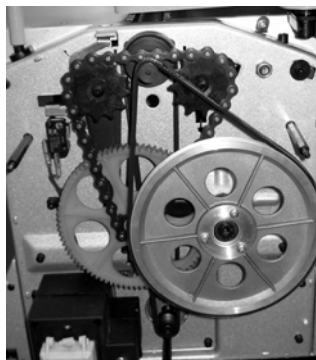

Рис. 14
### 14. ТЕХНИЧЕСКОЕ ОБСЛУЖИВАНИЕ (РИС. 14, 15)
14.4. Заменяйте угольные щетки, когда они изношены до 4,8 мм их длины, Рис.14. Щетки необходимо менять парами. Для безопасной и надежной работы машины помните, что ремонт, обслуживание и регулировка машины должны проводиться в сервисных центрах с использованием только оригинальных запасных частей и расходных материалов.